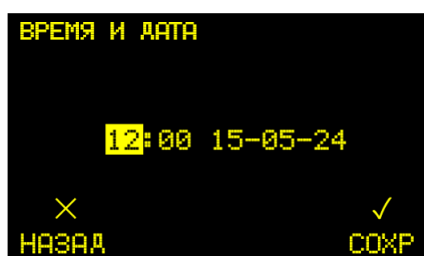

Рисунок 15 – Время и дата
2.4.3.1 В подразделе «ВРЕМЯ И ДАТА» осуществляется настройка текущих времени и даты (см. рисунок 15). Выбор редактируемого разряда происходит с помощью кнопок